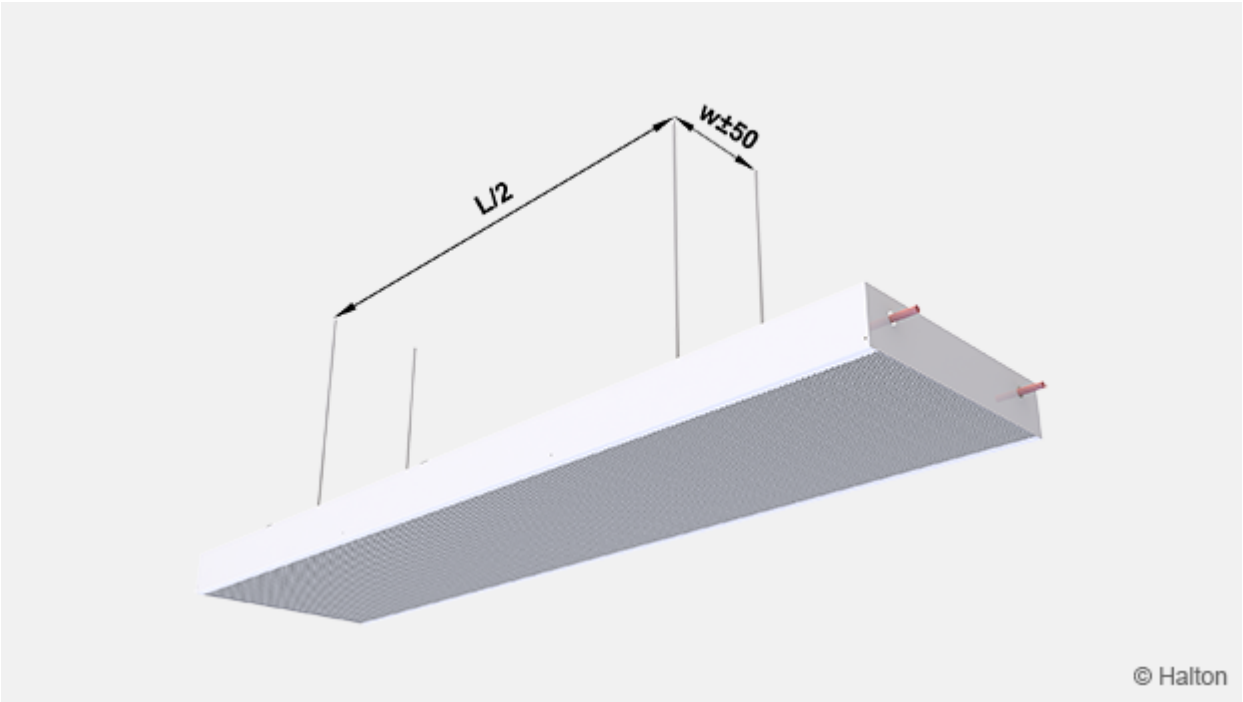

Fig. 13. Halton Rex REP, longueur inférieure à 2 400 mm
1. À proximité de la cloison (voir fig. 13-A)
2. Plus éloignée des cloisons (voir fig 13-B)